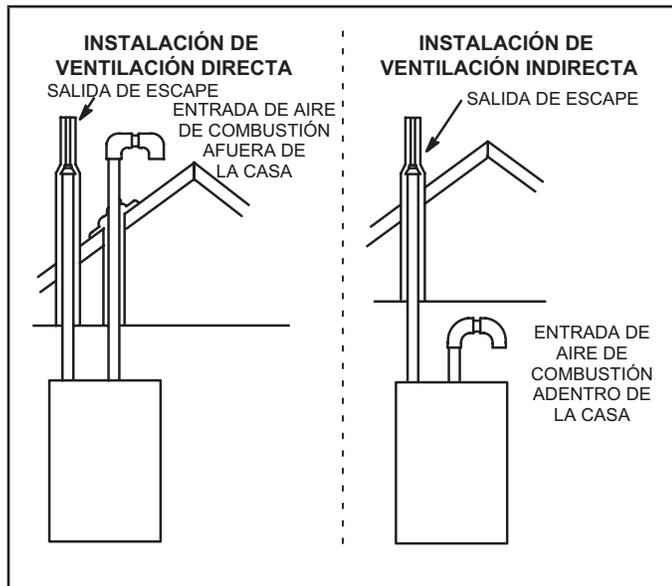
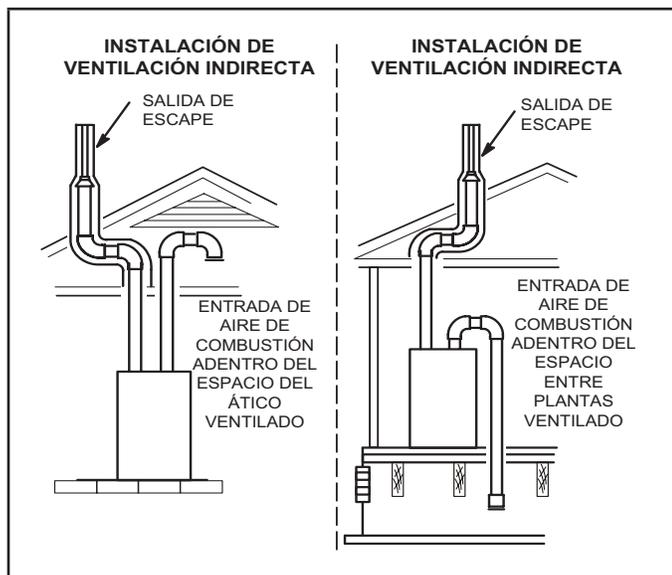

FIGURA 1
FIGURA 2
**NOTA:** En las instalaciones de ventilación directa, el aire de combustión se toma de afuera y los gases de combustión se descargan afuera. En las instalaciones de ventilación indirecta, el aire de combustión se toma de adentro o del ático o espacio entre plantas ventilado y los gases de combustión se descargan afuera. Ver la FIGURA 1 y la FIGURA 2 para aplicaciones que involucren terminación de techo.